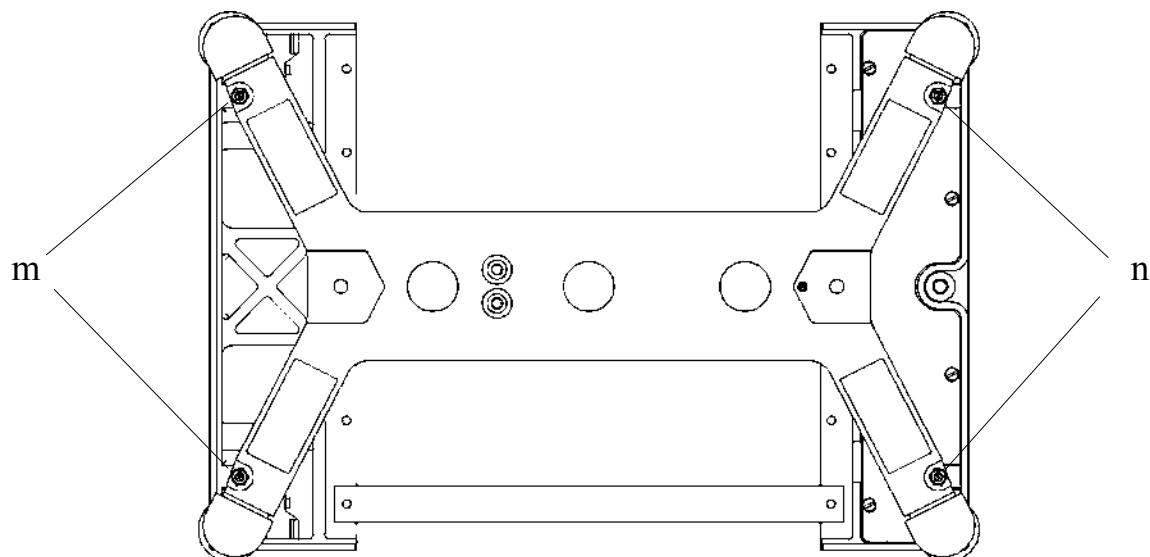

Рис. 8.2 - Местоположение упорных винтов (m, n) в модуле MK
9.3.4 Ослабить контргайку. Поворачивая упорный винт и используя щуп, установить нужную величину зазоров «**m**» и «**n**» (см. Рис. 8.2, и Табл. 8.3). Затянуть контргайку.